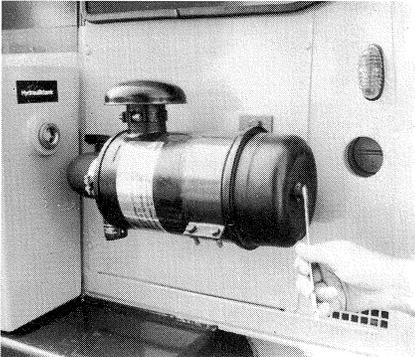

Bild 53
(1) Befestigungsschraube vom Staubsammeltopf heraus-schrauben (Bild 53)